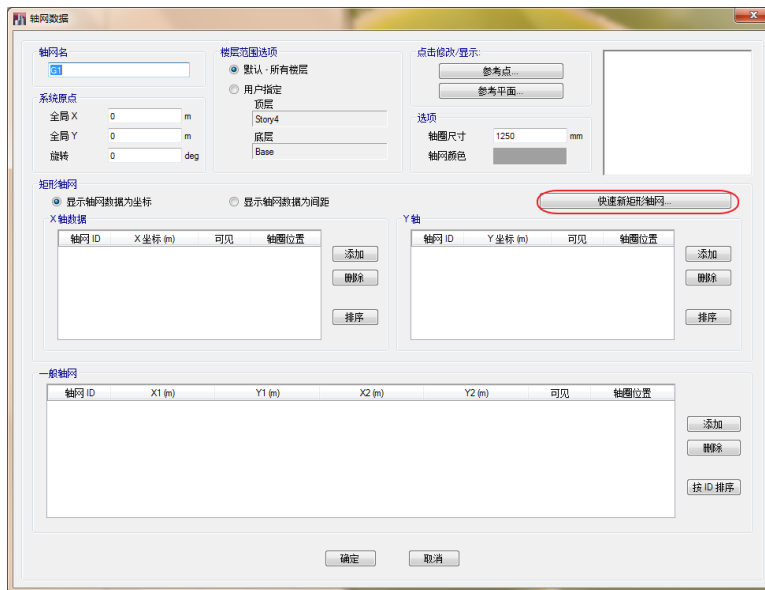

图 2-1 轴网数据对话框
5. 在菜单中选择**修改/显示 G1**，弹出**轴网数据**对话框，如图 2-1 所示。